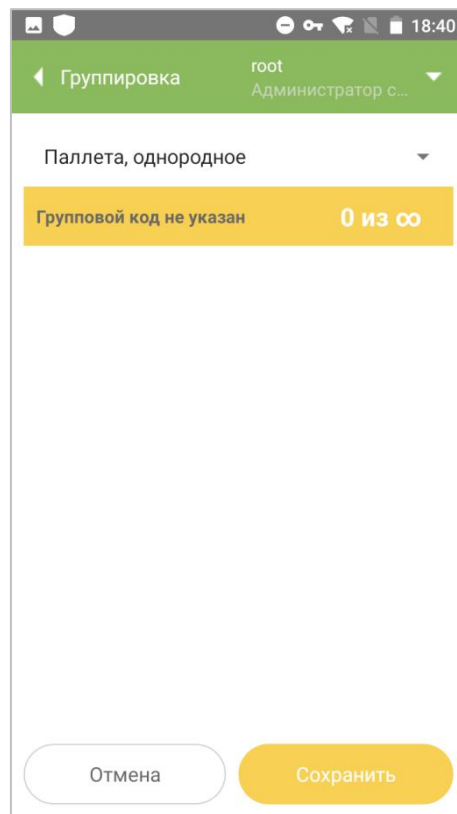

Рисунок 3.1
1. Нажать на иконку «Группировка» в главном меню приложения. Откроется окно для сканирования кода паллеты (Рисунок 3.1).